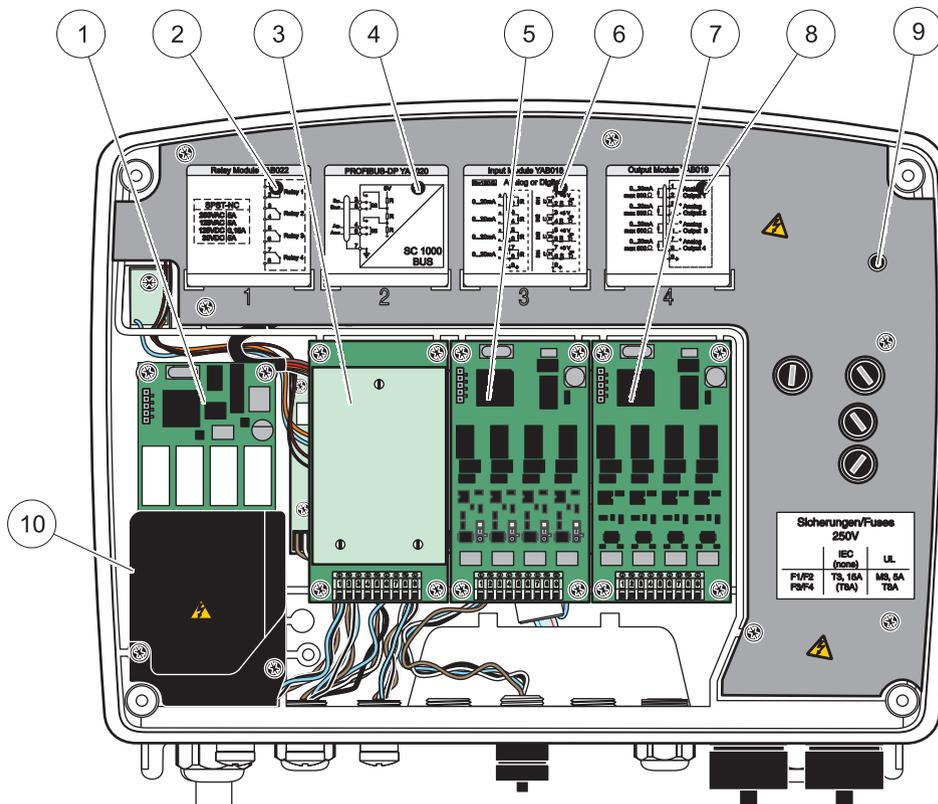

Figura 18 Porte della scheda di espansione
3. Collegare la scheda relay allo slot appropriato (Figura 18). Utilizzare un cacciavite magnetico per fissare le quattro viti con testa a croce alla scheda (è più semplice collegare le schede con il modulo nella posizione con montaggio verticale piuttosto che in quella orizzontale poggiata su un piano di lavoro).
6. Scrivere il numero di serie della targa sull'adesivo fornito e fissarlo sulla protezione principale per l'alta tensione (Figura 18). Il numero di serie è uguale all'indirizzo interno della scheda nella rete.
2. Collegare la scheda di input allo slot appropriato (Figura 18). Utilizzare un cacciavite magnetico per fissare le quattro viti alla scheda.
5. Scrivere il numero di serie della targa sull'adesivo fornito e fissarlo sulla protezione principale per l'alta tensione (Figura 18).
2. Collegare la scheda di output allo slot appropriato (Figura 18). Utilizzare un cacciavite magnetico per fissare le quattro viti alla scheda.